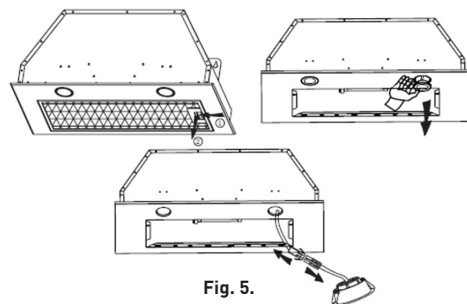

Fig. 5.
3. Consulte la ilustración 5 y retire en primer lugar el filtro. Quite después las bombillas y desmonte su cable de conexión. Con ayuda de un destornillador, afloje después los dos tornillos situados en el panel para retirar este último.